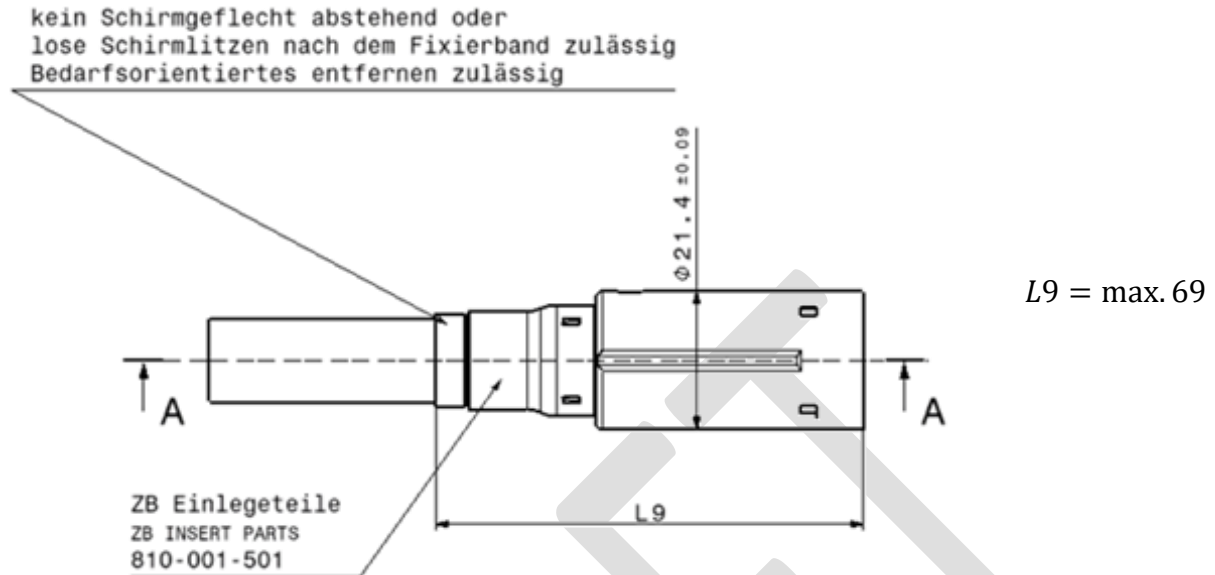

Bild 45: Position der Schirmhülse für die Verpressung
- Es ist sicherzustellen, dass der ZSB Schirmhülse auf Maß beim ZSB Kontaktträger ist. Das Fixierungsband muss hinten aus der Schirmhülse rausragen (siehe Bild 45).